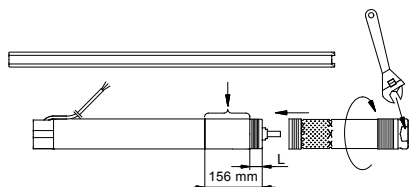

Fig. 6
1. Placer motoren horisontalt i en skruestik og spænd denne. Se fig. 6.
Bemærk: Pumpeakselen skal gå i indgreb med motorakselen. Der må bruges en skruenøgle på pumpedelens spændeflader. Se fig. 6.